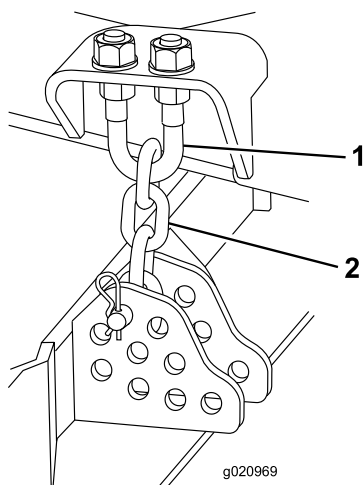

Figure 77
1. Desserrez les écrous de blocage en haut ou en bas de l'étrier fileté de la chaîne de hauteur de coupe (Figure 77).